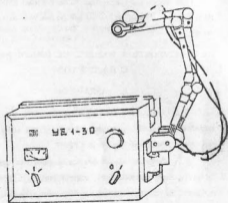

Рис. 1. Общий вид аппарата УВЧ-30
1.1. Аппарат (рис. 1) предназначен для местного лечебного воздействия электрическим или магнитным полем ультравысокой частоты (УВЧ).